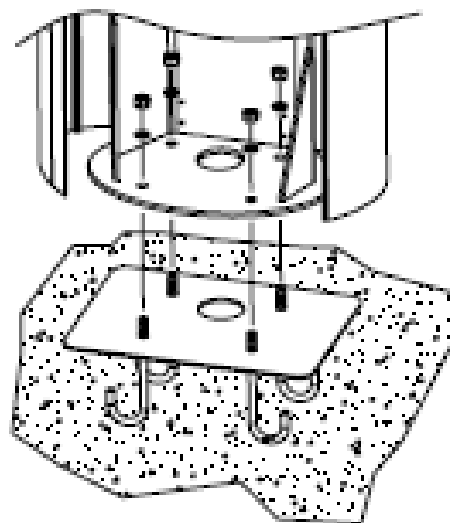

Fig. 4
- Deschideți porțile, poziționați bariera pe placa de fundație, potrivit găurile cu tiranții filetați și fixați bariera înșurubând piulițele M10 pe tiranții respectivi (Fig.4).